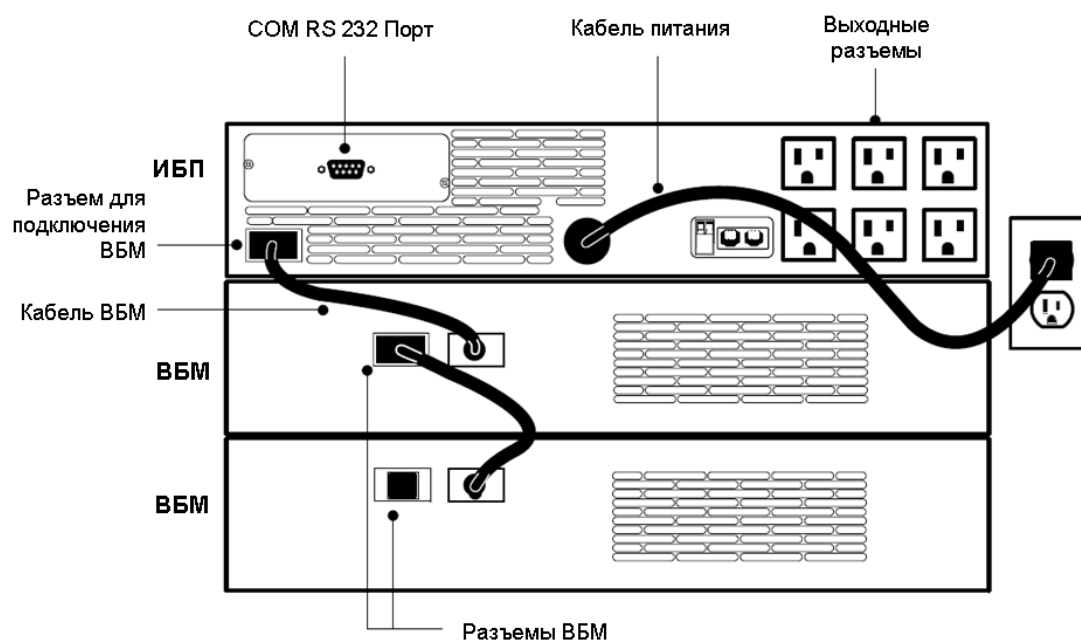

Рис. 1. Подключение ВБМ к ИБП Eaton Powerware 9125 1000 – 3000 ВА.
1. Для подключения внешнего батарейного модуля (ВБМ) к ИБП соедините кабель ВБМ с разъемом для подключения ВБМ, расположенном на задней стенке ИБП (рис.1, 2).
2. Для подключения нескольких ВБМ, выполните пункт 1 процедуры, затем последовательно подключайте другие ВБМ к разъемам, имеющимся на задних стенках ВБМ (рис. 1).